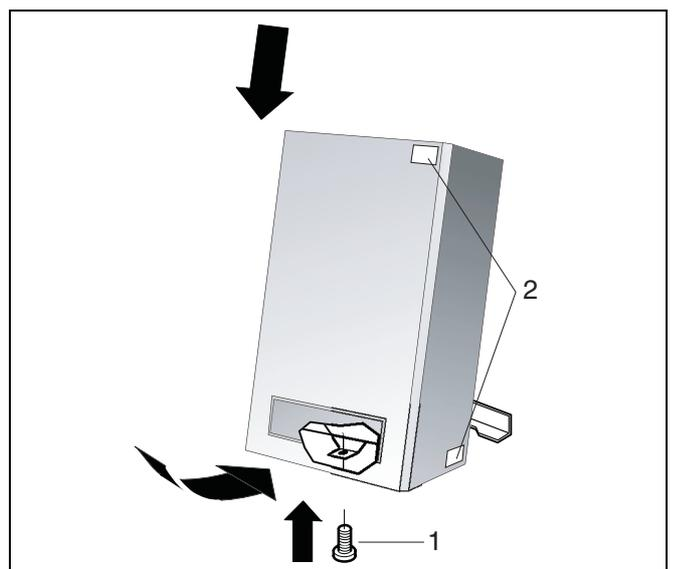

Abb. 33 Verkleidung anbringen
- Verkleidung anbringen und Halteschraube befestigen (Abb. 33, Pos. 1).
- Aufkleber auf die Vorderseite oder auf die Seite (Abb. 33, Pos. 2) der Verkleidung anbringen.
- Brennerverkleidung bzw. Brennerhaube vom Heizkessel nehmen (Abb. 33)
- Halteschraube und Verkleidung entfernen (Abb. 33).